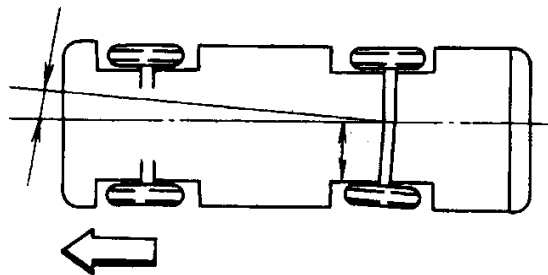

图 1-6 推力角
**4 推力角：**前轮引导或转向车辆，后车轮控制同辙。同辙作用与推力角有关。推力角(如图 1-6 所示)是后轮行驶的轨迹与车身中心线的夹角。